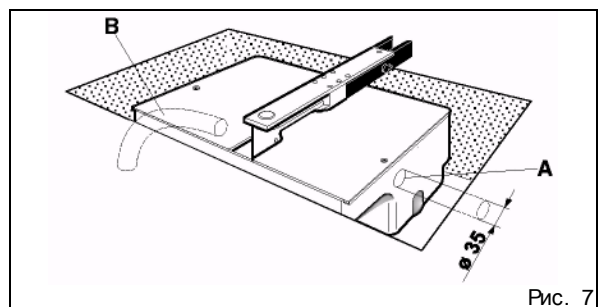

Рис. 7
- 3) Проложить ПВХ-трубку диаметра 35 мм, которая будет служить каналом для 4-жильного электрического кабеля. Один конец трубки следует подсоединить к отверстию в монтажном боксе, а другой – к блоку управления (рис. 7, поз. А). Еще одна трубка должна быть подсоединена к дренажному отверстию монтажного бокса (рис. 7, поз. В) для слива воды в ближайший дренажный сток.